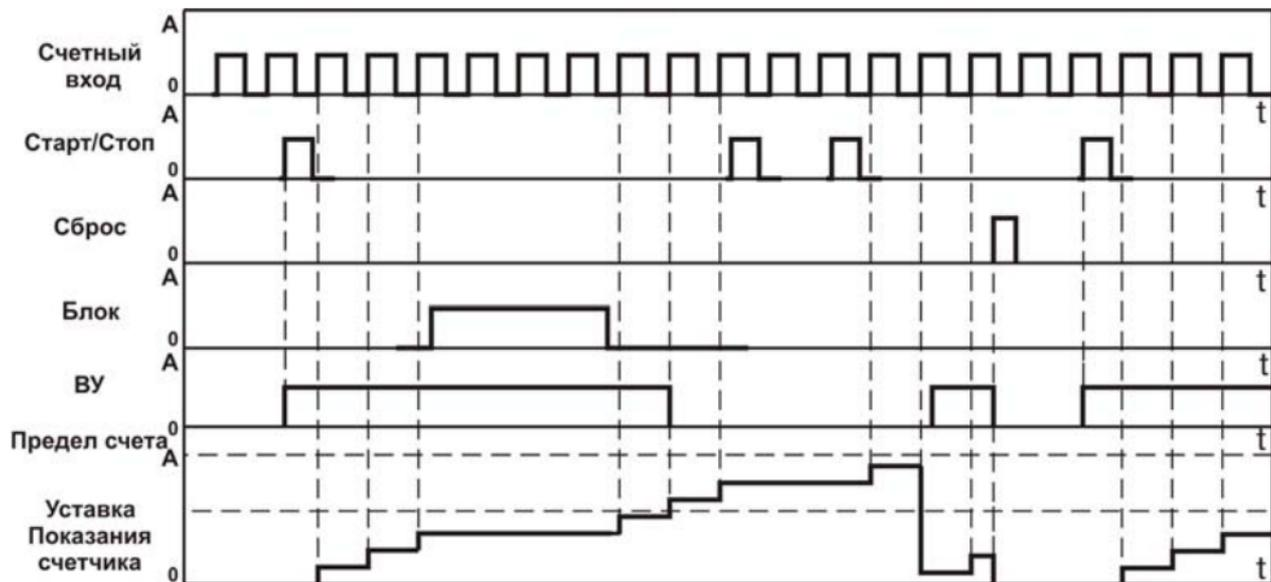

Рисунок 3.13
- тип работы по сигналу «Сброс» – «Сбросить счетчик и ждать сигнала «Старт» ( $rSt =StOP$ ) (рисунок 3.13).